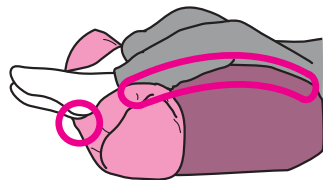

図 2-17
- この時のポイントは「下肢全体を広く支えること」です。足首の下だけにポジショニングクッションなどを入れてしまうと、その部分に下肢の重みが集中してしまい、新たな圧迫の原因となってしまいます。(図 2-17)